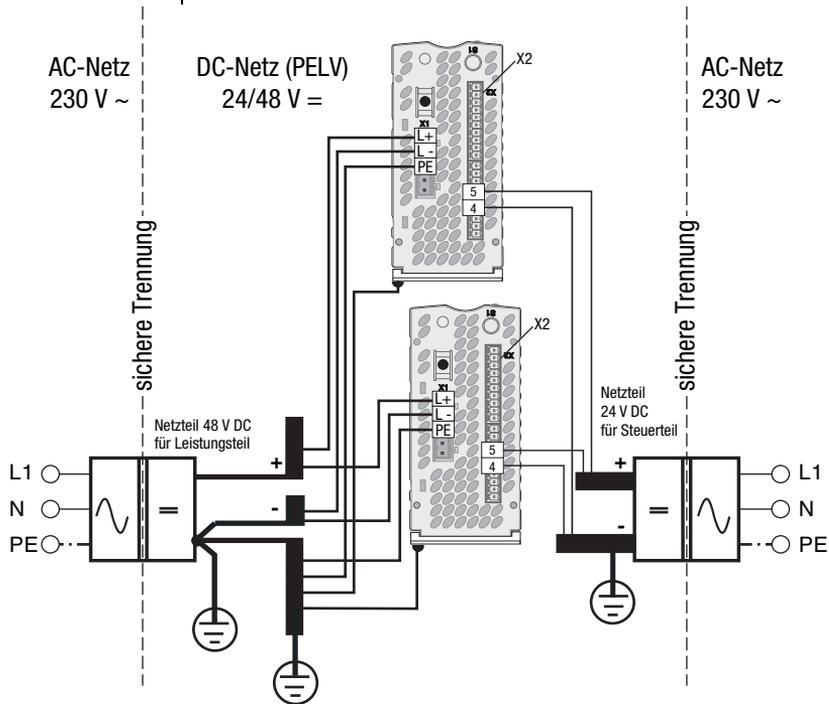

Bild 3.3 Anschlussübersicht des DC-Netzes
- Der (-)Pol der Netzteile ist am Einspeisepunkt wie in Bild 3.3 dargestellt zu erden.